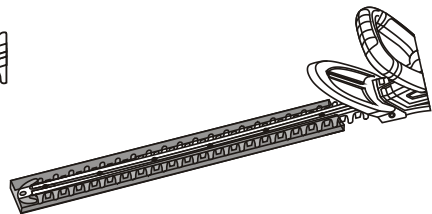

Fig. 7
2. S'assurer que le protège-lame soit entièrement glissé sur les lames de manière à couvrir toutes les dents (Fig.7).